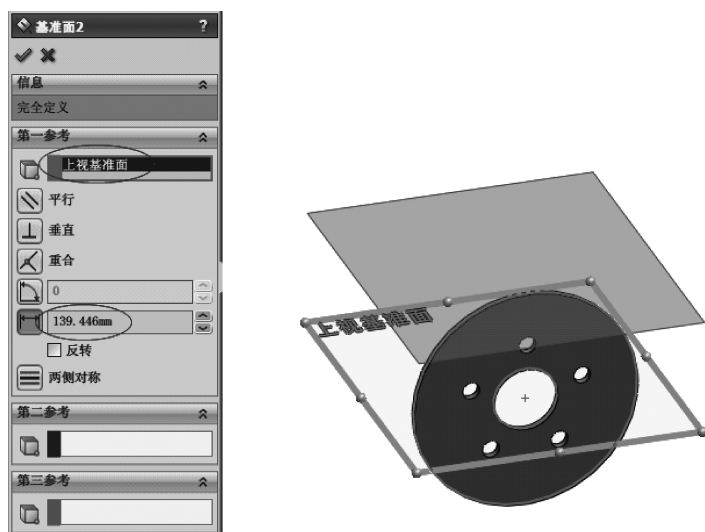

图 12-25 生成基准面 2
3) 单击【参考几何体】工具栏中的 (基准面) 按钮, 在【属性管理器】中弹出【基准面】属性设置。在【第一参考】中, 在图形区域中选择上视基准面, 单击 (距离) 按钮, 在文本栏中输入 139.446mm, 如图 12-25 所示, 在图形区域中显示出新建基准面的预览, 单击 (确定) 按钮, 生成基准面。